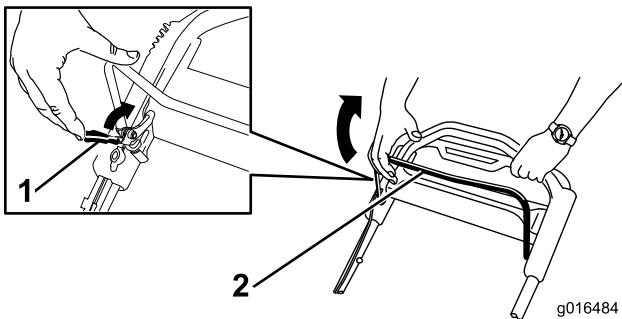

Рисунок 21
- Потяните фиксатор штанги управления ножом в сторону штанги (Рисунок 21).
2. **Медленно** потяните штангу управления ножом обратно к рукоятке (Рисунок 21).